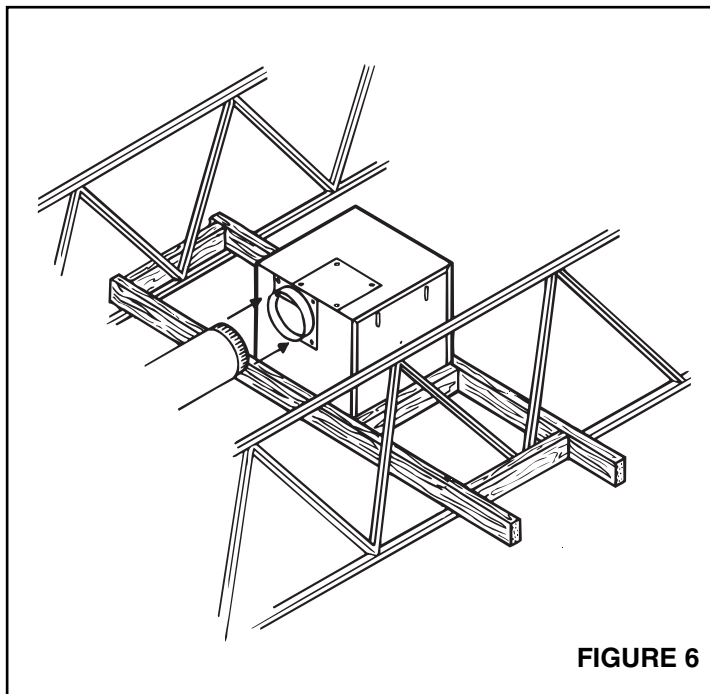

FIGURE 6
1. Voir Figure 6. Raccorder le registre à l'évacuation. Utiliser une bande adhésive pour tous les joints.